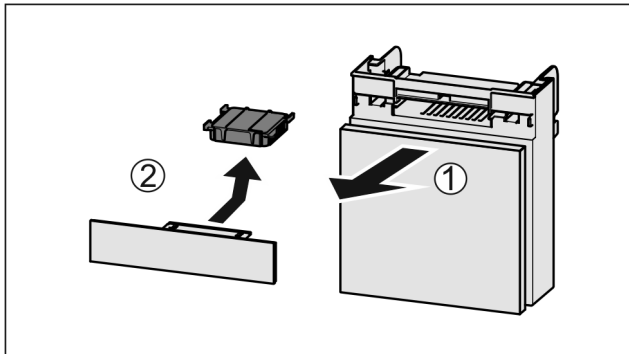

Fig. 167
- ▶ 向前拉出 Fig. 167 (1) 抽屉。
- ▶ 取出 Fig. 167 (2) 活性炭过滤器。